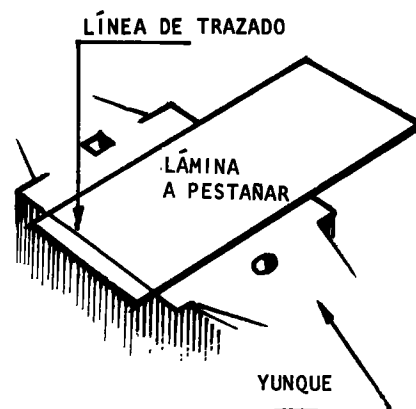

Fig. 1
- a Coloque la chapa de tal manera que el trazado para la pestaña coincida con la arista del yunque (fig. 1).